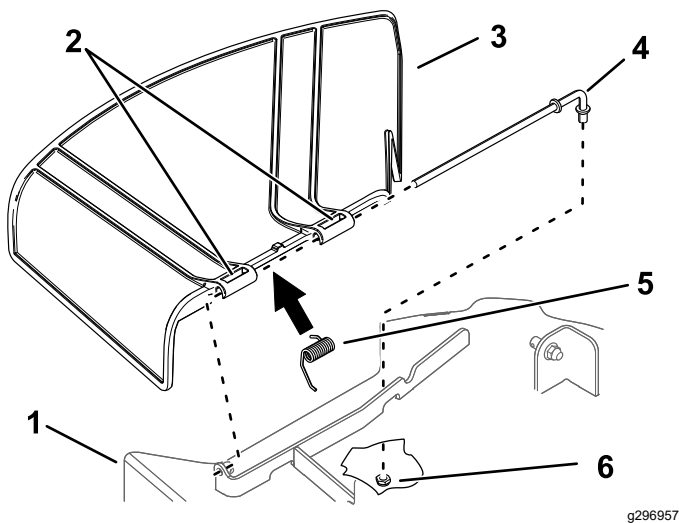

Bild 74
1. Nehmen Sie die Mutter ( $\frac{3}{8}$ " ) aus der Stange unter dem Mähwerk ab (Bild 74).
- Schieben Sie die Stange aus der Mähwerkhalterung, der Feder und dem Ablenklech (Bild 74).
- Montieren Sie das neue Ablenklech (Bild 74).
- Schieben Sie die Stange durch den zweiten Drehzapfen am Grasablenklech (Bild 74).
- Befestigen Sie das hintere Stangenende mit einer Mutter (3/8") am Mähwerk, wie in Bild 74 abgebildet.